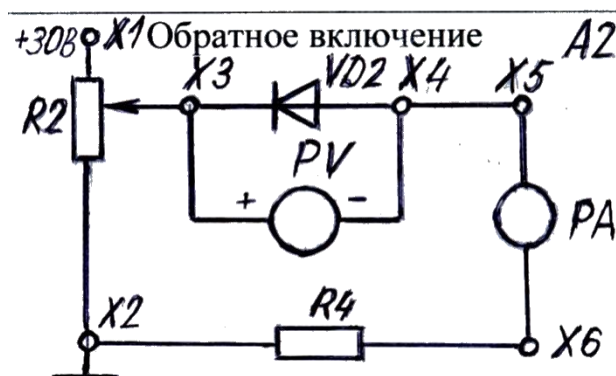

Рисунок 3 = Схема включения диода в обратном направлении.
- 2) Подать напряжение питания на исследуемую схему (рисунок 3): «+» от источника V2 на клемму X1, «-» от источника V1 на клемму X2.